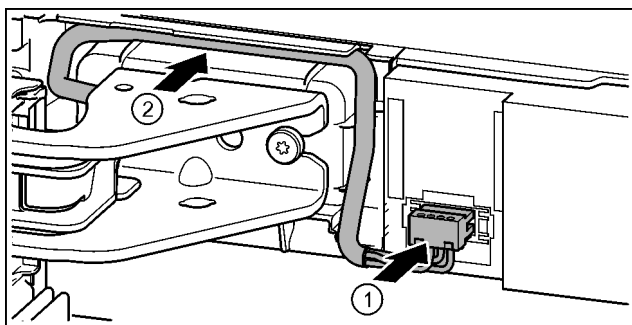

Fig. 42
- ▶ Vtič zataknete preko zgornjega ležajnega podstavka in kableske pramene previdno položite v kanal. *Fig. 42 (1)*
- ▶ Sivi kabel previdno položite v vodilo nad zgornjim ležajnim podstavkom. *Fig. 42 (2)*